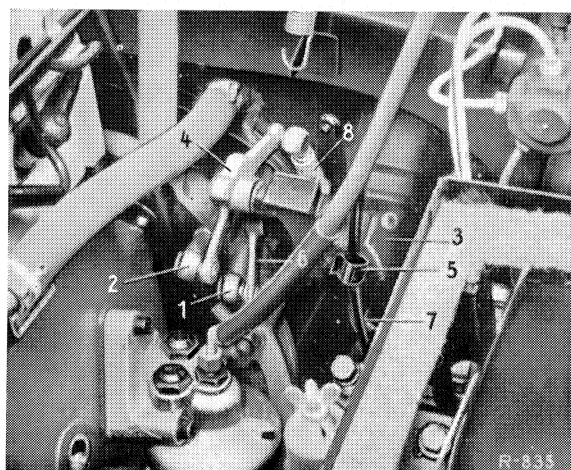

Bild 00-1/2
8. Schaltgestänge aushängen (Bild 00-1/2).
10. Halter (4) für die Auspuffrohrabstützung an der Befestigungsplatte (9) am Getriebe abschrauben, Klemmschraube (7) lösen und Halter nach unten drücken (Bild 00-1/3).